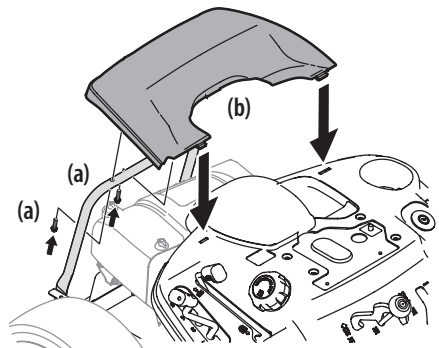

Figura 13
1. Extraiga los dos tornillos hexagonales instalados en fábrica (a) que están ubicados en la tapa trasera del motor (b). Guarde los tornillos hexagonales (a) para uso posterior. Consulte la Figura 13.
- Coloque la tapa trasera del motor (b) ubicándola en su lugar como se indica en la Figura 13. Incline la tapa trasera del motor (b) hacia adelante para que calce dentro de las ranuras provistas, luego rótelas hacia atrás para alinear los orificios de montaje.